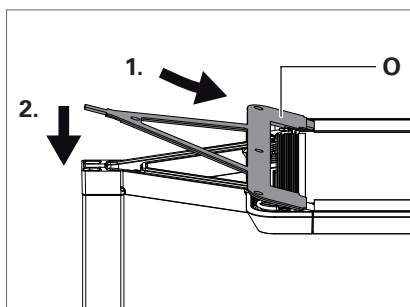

Fig. 9 : Monter le recouvrement.
- Posez le recouvrement **O** avec les trois languettes à l'arrière du recouvrement dans les renforcements de la tête du luminaire et appuyez fermement sur le recouvrement, voir Fig. 9.